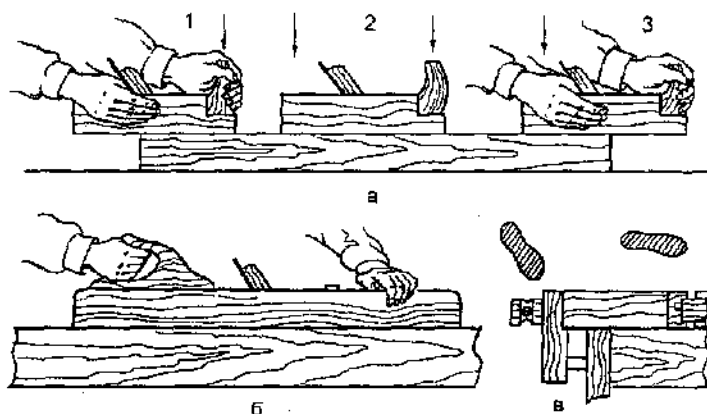

Рис. 81. Приемы строгания: а — рубанком; б — фуганком; в — положение ног при строгании; нажим на рубанок а начале (1), середине (2) и конце строгания (3)
После этого нужно стать к верстаку, наклонив корпус немного вперед, поставить левую ногу вдоль верстака слегка вперед, а правую по отношению к левой под углом  $70^\circ$  (рис. 81, в). Правой рукой берут хвостовую часть корпуса, а левой - рог и устанавливают рубанок на обрабатываемую заготовку. В начале строгания (1) нажимают левой рукой на переднюю часть рубанка, а правой слегка на заднюю часть.
При работе фуганком (рис. 81, б) правой рукой берут за ручку, а левой поддерживают корпус немного позади пробки. Прострогав один участок детали по ширине, переходят к обработке другого участка. Во время строжки следует снимать сплошную стружку вдоль всей детали. При строгании длинной детали приходится ходить с фуганком вдоль нее. После взмаха фуганком делают шаг вперед. Затем отводят прижатый к детали инструмент немного назад, не изменяя направления строжки и силы нажима, и снова посылают его вперед. Длинную деталь можно строгать и по-другому: фуганок, не отрывая, плавно ведут вдоль всей детали.